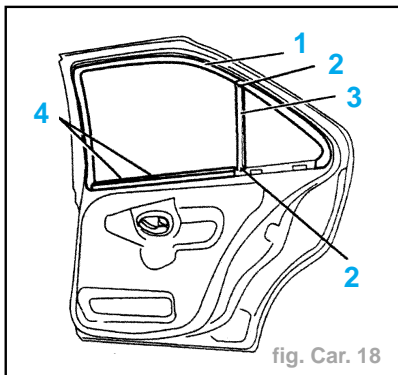

fig. Car. 18
- Déposer (fig. Car. 18) :
- le joint de coulisse de vitre (1),
- les fixations (2),
- le support coulisse (3),
- les joints (4) lécheurs intérieur et extérieur.